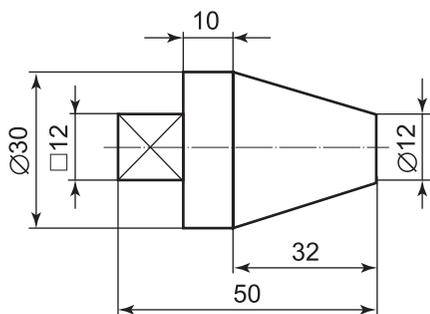

Рис. 46. Нанесение условных обозначений
6. Если изделие или его элемент имеет форму квадрата, то перед размерным числом ставят значок \square , а на графическом изображении такие элементы обозначают диагоналями (рис. 46).
1. Размеры на чертежах (рис. 46) наносят размерными линиями и обознача-